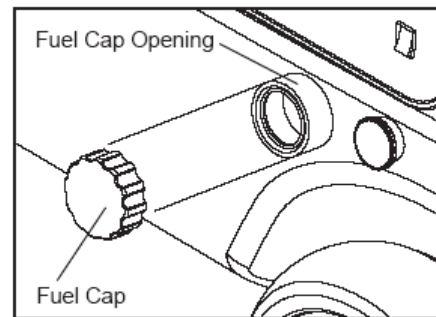

Fig. 12. Påsæt låg
4. Sæt låget til brændstoftanken på igen (se Fig. 12).